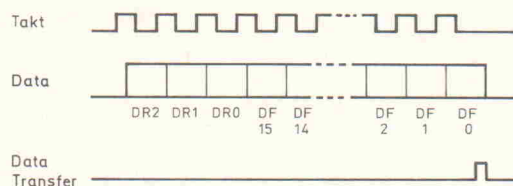

Bild 4. Impulsdiagramm des Steuersignals für den PLL-Synthesizer NJ 88 C 30.
In Bild 4 ist das Impulsdiagramm des Steuersignals wiedergegeben, das das IC erwartet. Die ersten drei Bits enthalten (kodiert) den Teilkfaktor der Referenzfrequenz, die folgenden 16 Bits entsprechen der Frequenz, auf die der Oszillator eingestellt werden soll. Über die drei Eingänge Data (D), Takt (T) und Data Transfer (DT) gelangen die Informationen in das 19-Bit-Schieberegister und werden mit Eintreffen des Data-Transfer-Impulses in die zugehörigen Teilregister übernommen.